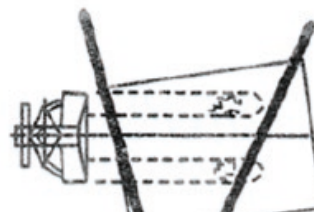

FIGURA 03
- Inspeccione antes de utilizar: as rodas (5, 6 e 8), o cambão e alça de operação (3), a estrutura (4) e o engate da trava (9).
- Deve-se ficar atento ao peso do centro de gravidade, evitando carga parcial ou inclinação (veja o item “Formas de Uso”, Figura 03).